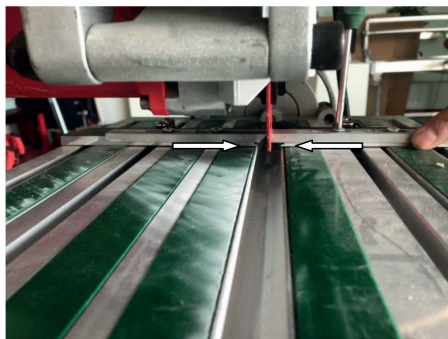

Рис. 32
- Сдвиньте линейки, чтобы они прилегали к алмазному диску с обеих сторон (рис. 32), зафиксируйте их винтами и отведите каретку с двигателем назад.